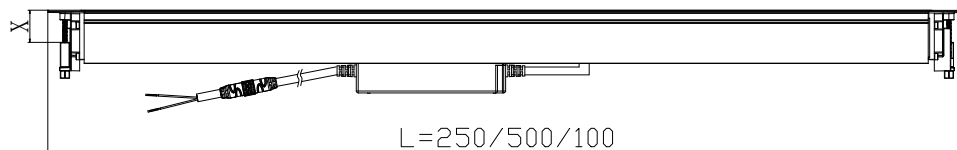

图 1
1. 灯具开始安装之前，先确认窗台或地面有足够空间安装灯具，并确定X尺寸厚度小于25mm(单位：mm)。L为不同型号的灯具长度，如图1所示。